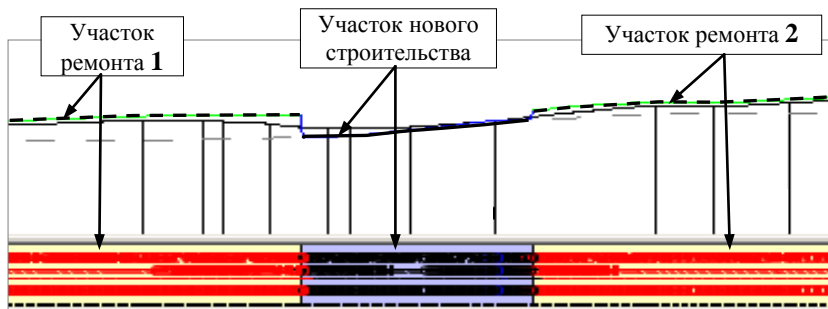

Рис. 20.3
Оценить полученный результат можно по данным в протоколе, в окне **Продольный профиль** и в сетке **Линия руководящих отметок**. Поясним, что система рассчитала ЛРО по условиям нового строительства на том участке дороги, где не соблюдается значение минимального перекрытия существующего и проектного покрытий, заданного в графе **Участки ремонта** (4,0 м). Следовательно, ремонт на этом участке невозможен, и ЛРО создана согласно настройкам, принятым по умолчанию для нового строительства (рис. 20.3).
- В окне **Продольный профиль** двойным щелчком мыши захватите ЛРО на участке ремонта 1 (рис. 20.3), затем ЛРО на участке ремонта 2.